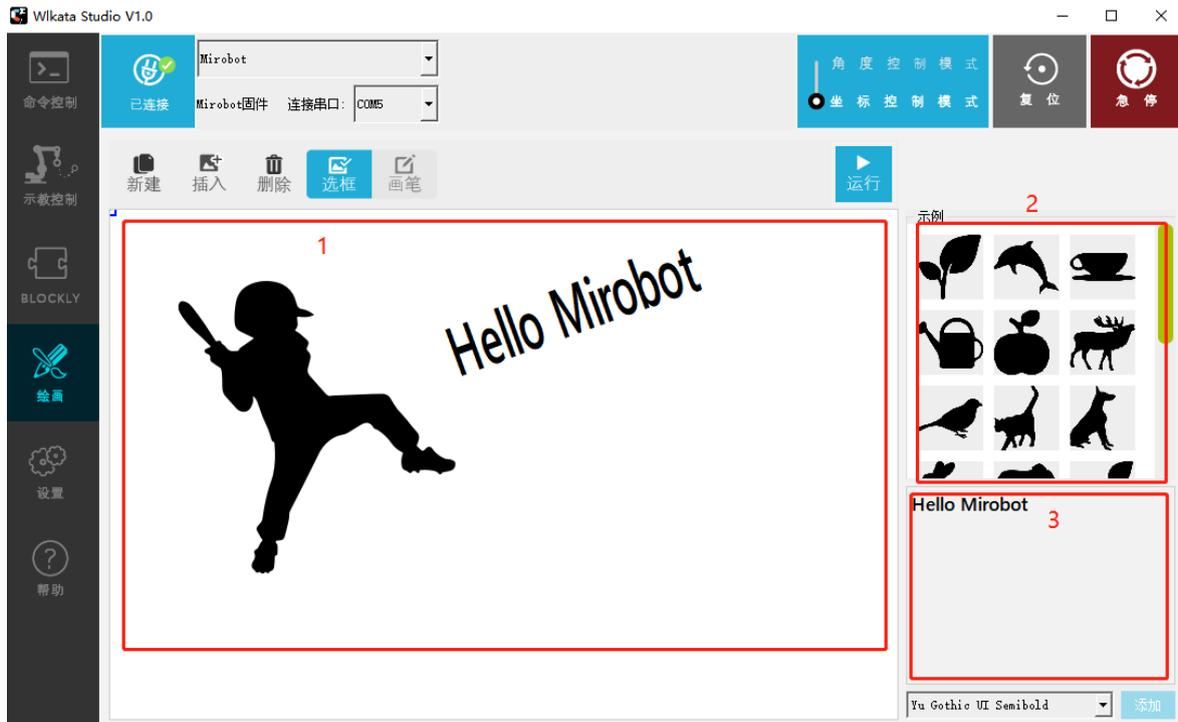

图 2.40 在“绘图”页面中将图形插入到中心画布
(3) 单击软件中的“绘图”选项卡以切换到绘图页面。
(4) 要从现有文件添加图形，可以从上方选择一个示例右侧面板 2 示例，或单击“插入”按钮插入图形。您选择的图形应显示在中央画布中。如图 2.40 所示。
(5) 要添加文本图，请在右下方的面板 3 中键入并单击“添加”按钮，然后将输入的文本放置
在中央画布中，如图 2.40 所示。
(7) 要调整图形的大小和位置，请确保“选择” | “确定”。笔按钮处于“选择”模式→单击画布中的图形，图形周围会出现一个调整大小框。调整角以调整图形大小，然后拖动内部框架以更改图形的位置。如图 2.40 所示。
(8) 要删除画布上不需要的图形，请确保“选择” | “删除”。笔按钮处于“选择”模式下→在画布上选择不需要的图形→单击“删除”按钮。